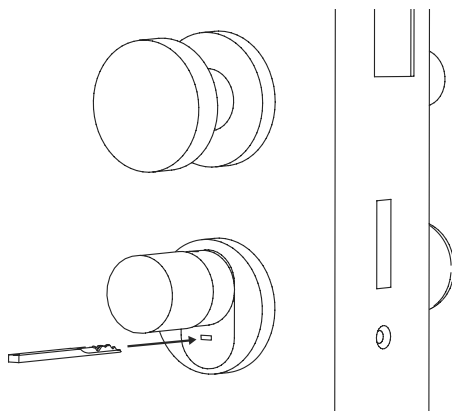

Fig. 11
① Para abrir a fechadura, abra a fechadura de emergência na dobradiça e insira-a através da ranhura indicada na cobertura da fechadura de emergência (Fig. 11).
② Gire a chave 90 graus no sentido horário. Se necessário, gire o botão externo um pouco para a esquerda e para a direita para liberar o mecanismo. A fechadura é aberta, o mais tardar, após duas voltas completas do botão do cilindro.
③ Depois que a porta for aberta, gire a chave de emergência de volta para sua posição original (90 graus no sentido anti-horário) e puxe-a para fora.
④ Para retornar o cilindro de bloqueio à sua posição de fechamento regular, gire o botão externo duas voltas completas em ambas as direções. O mecanismo é engatado e a fechadura de emergência é completamente fechada.